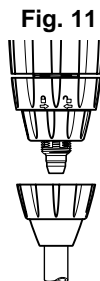

Fig. 11
- Dévisser l'écrou (Fig. 11) du bas de la partie dosage et enfiler le tuyau d'aspiration dans l'écrou.